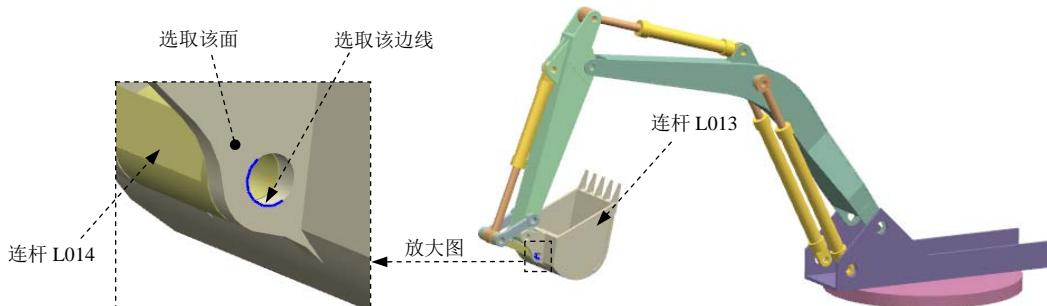

图 10.8.35 定义共线副 (五)
(1) 定义运动副类型。在“运动副”对话框**定义**选项卡的**类型**下拉列表中选择 **共线**选项。
(2) 选择连杆。选取图 10.8.35 所示的连杆 L013。
(3) 定义原点及矢量。在“运动副”对话框的指定原点下拉列表中选取“圆弧中心”选项，在模型中选取图 10.8.35 所示的圆弧为定位原点参照；选取图 10.8.35 所示的面作为矢量参考面。
(4) 添加啮合连杆。在“运动副”对话框的基本区域中选中啮合连杆复选框，单击**选择连杆 (0)**，选取图 10.8.35 所示的连杆 L014。
(5) 定义啮合连杆原点及矢量。在“运动副”对话框**基本**区域的指定原点下拉列表中选取“圆弧中心”选项，在模型中选取图 10.8.35 所示的圆弧为定位原点参照；选取图 10.8.35 所示的面作为矢量参考面。
(6) 单击 **应用** 按钮，完成第十九个运动副的添加。